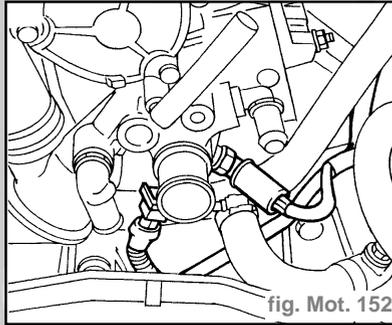

fig. Mot. 152
- Débrancher les connexions électriques du capteur et de la thermistance de température du liquide de refroidissement (fig. Mot. 152).